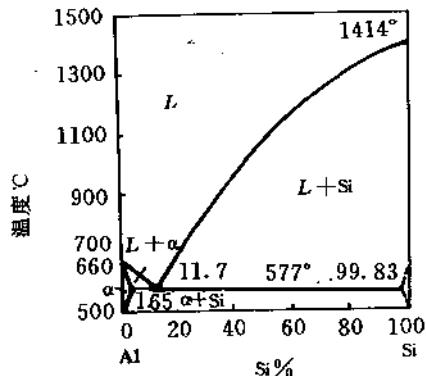

图 5-4
- 2) 标上(4), (5)区域中的组织。
6. 发动机活塞用 Al-Si 合金铸件制成, 根据相图(图 5-4), 选择铸造用 Al-Si 合金的